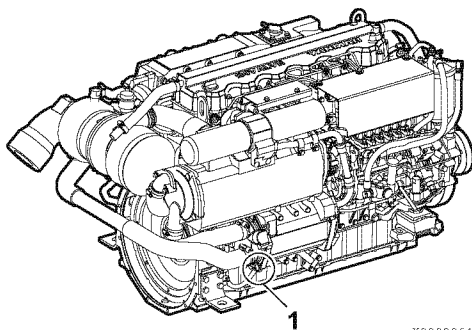
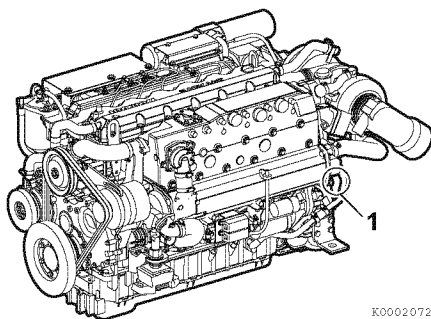

Figure 1
Figure 2
1. Ouvrez les robinets de vidange d'eau de mer (1, **Figure 1**), (1, **Figure 2**) et purgez l'eau de mer.